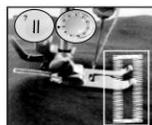

рис.21
- (6) Выберите рисунок стежка №7, затем включите переключатель и шейте до тех пор, пока петля не будет полностью пришита (рис. 21).